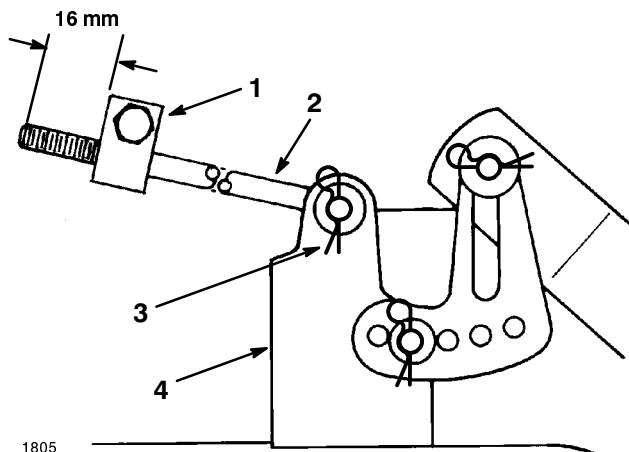

Figure 51
- Mesurez la longueur de tige qui dépasse de l'avant du bloc de réglage sur les côtés du châssis (Fig. 51). Si cette longueur n'est pas égale à 16 mm, enlevez la goupille fendue et la rondelle de l'extrémité de la tige (Fig. 51), puis vissez ou dévissez la tige jusqu'à obtention de la longueur requise. Introduisez alors l'extrémité de la tige dans le support du plateau et fixez-la à l'aide de la rondelle et de la goupille fendue. Répétez la procédure de l'autre côté de la tondeuse.